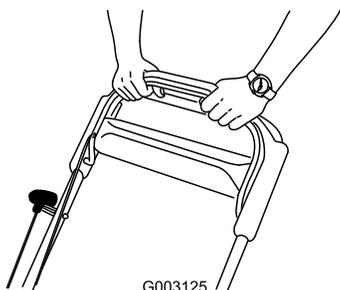

Рисунок 17
3. Удерживайте штангу управления ножом прижатой к рукоятке (Рисунок 17).